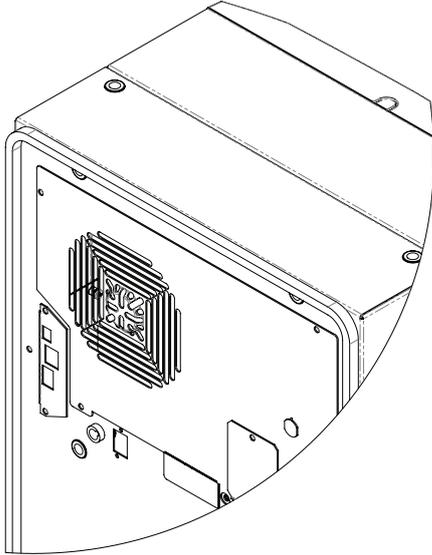

Abbildung 1
1. Mit dem Dichtungsset aus dem Lieferumfang des Klimageräts montieren Sie die Dichtung an der Klimaanlage; siehe Abbildung 1.